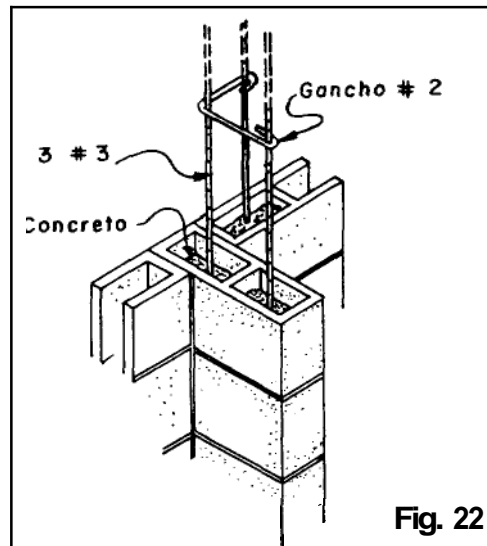

Fig. 22
- e. En tramos largos de pared se debe colocar cada 3 metros, aproximadamente, una columna tipo mocheta formada por bloques con 3 #3 y ganchos #2 (ver Fig. 22), o una columna de concreto chorreada en el sitio de 15 x 30 cm con 4 # 3 y aros # 2 (ver Fig. 21).
- f. En tapias o en viviendas donde solo la pared exterior es de bloques se deben colocar mochetas de bloques cada 3m con 3 # 3 y ganchos # 2 (ver Fig. 22).